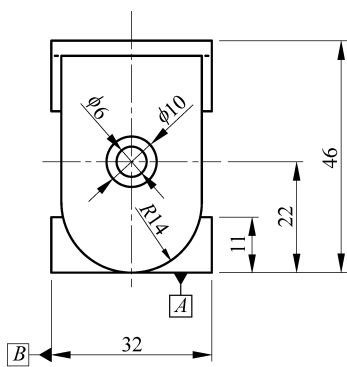

图 3-2 划线尺寸示意
(1) 定形尺寸。用于确定线段的长度、圆弧的半径、圆的直径和角度的大小等的尺寸称为定形尺寸。如图 3-2 中的尺寸 32mm、11mm、46mm、 $\phi 6$ mm、 $\phi 10$ mm 和 R14mm 等。
(2) 定位尺寸。用于确定线段在工件表面中所处位置的尺寸称为定位尺寸。如图 3-2 中的高度尺寸 22mm 和宽度尺寸 32mm 的对称中心线确定了 $\phi 6$ mm 孔、 $\phi 10$ mm 沉孔的圆心位置等。